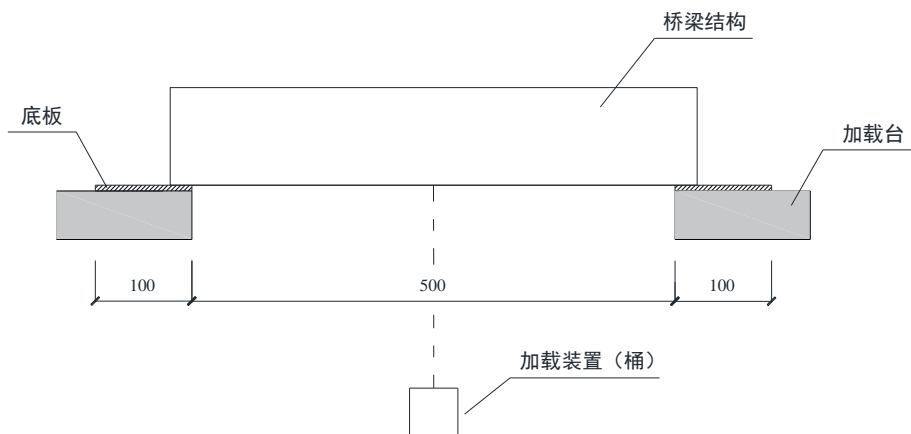

图 1 桥梁结构加载示意图
2. 用所发的给定数量的木条和 502 胶设计并制作一座桥梁模型，桥梁结构净跨度为 500mm，横向宽度不大于 200mm，模型最下侧杆件不得低于加载台 100mm；模型任何一端的支座范围不得超过 100mm，并用 502 胶粘于底板上，底板通过夹具固定于加载台上，模型加载布置详见图 1。